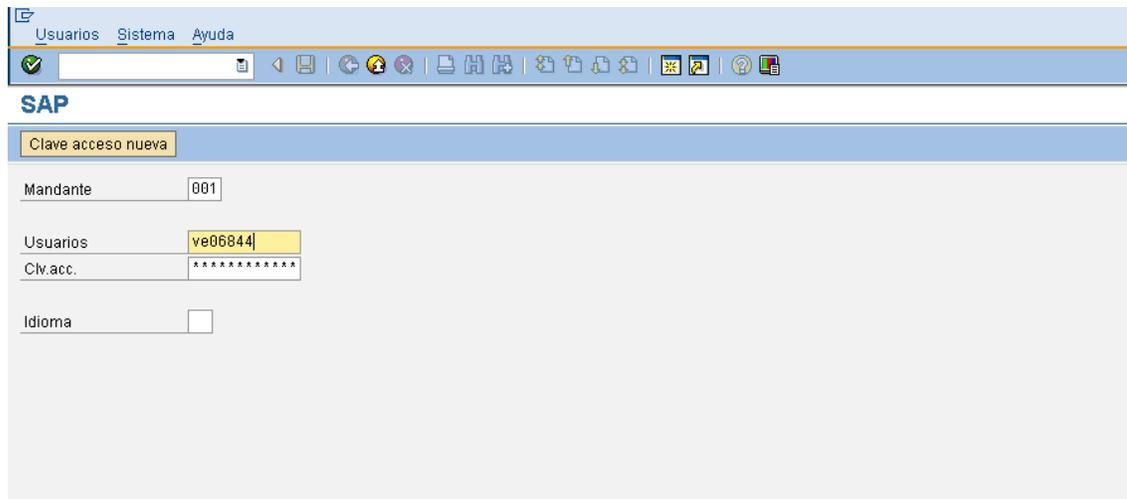

Figura 24: “Sistema SAP”
b) Posteriormente se coloca la información de usuario y clave: respectivamente. Ver Figura 24